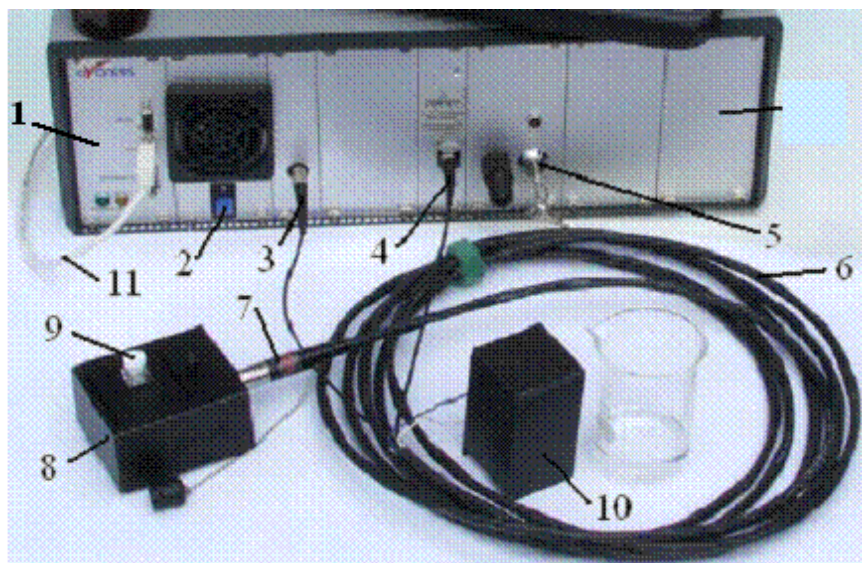

Рис. 2.2. Внешний вид комплекта экспериментального оборудования
На рис. 2.2 изображен внешний вид унифицированного шасси оптоволоконного спектрометра 2048FT-2-TEC с термоэлектрически охлаждаемым детектором Sony 2048 CCD и встроенным модулем термостабилизированного диодного лазерного источника оптического излучения Ava-Raman-532. Спектрометр оснащен автономным источником питания 1, модуль которого размещен в крайней левой позиции унифицированного шасси. На передней панели этого модуля имеются индикаторы общего состояния электропитания установки. Свет от исследуемого образца попадает в оптоэлектронный модуль
Лабораторный зонд 7 (см. рис. 2.2) фиксируется в соответствующем посадочном отверстии держателя оптических кювет 8. Исследуемый образец или оптическая кювета 9, заполненная исследуемой жидкостью, размещается внутри держателя кювет 8. Для защиты от внешней засветки и предохранения оператора от воздействия лазерного излучения держатель 8 в процессе работы должен быть накрыт светозащитным кожухом 10. Управление измерениями осуществляет встроенный микроконтроллер спектрометра, управляемый персональным компьютером со специализированным программным пакетом AvaSoft-Raman. Встроенный микроконтроллер спектрометра стыкуется с персональным компьютером USB-кабелем 11.
1. Включение электропитания осуществляется выключателем, расположенным на задней панели модуля 1 (см. рис. 2.2), при этом загорается зеленый индикатор на лицевой панели индикатора модуля электропитания и индикаторы готовности модуля лазерного излучателя.
- перекрыть поток излучения от лазерного светодиода (выключатель находится на корпусе оптического зонда 7 (см. рис. 2.2)) и измерить значения темнового фона;
Открыть светозащитный кожух 10 (см. рис. 2.2) держателя образцов 8, установить кювету 9 с анализируемой жидкостью и закрыть светозащитный кожух 10.